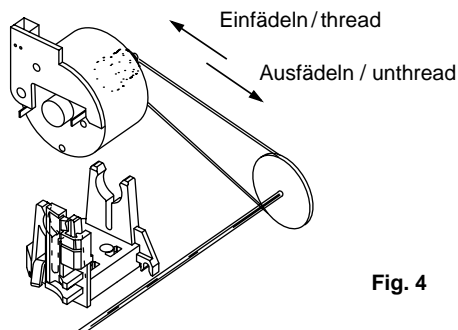
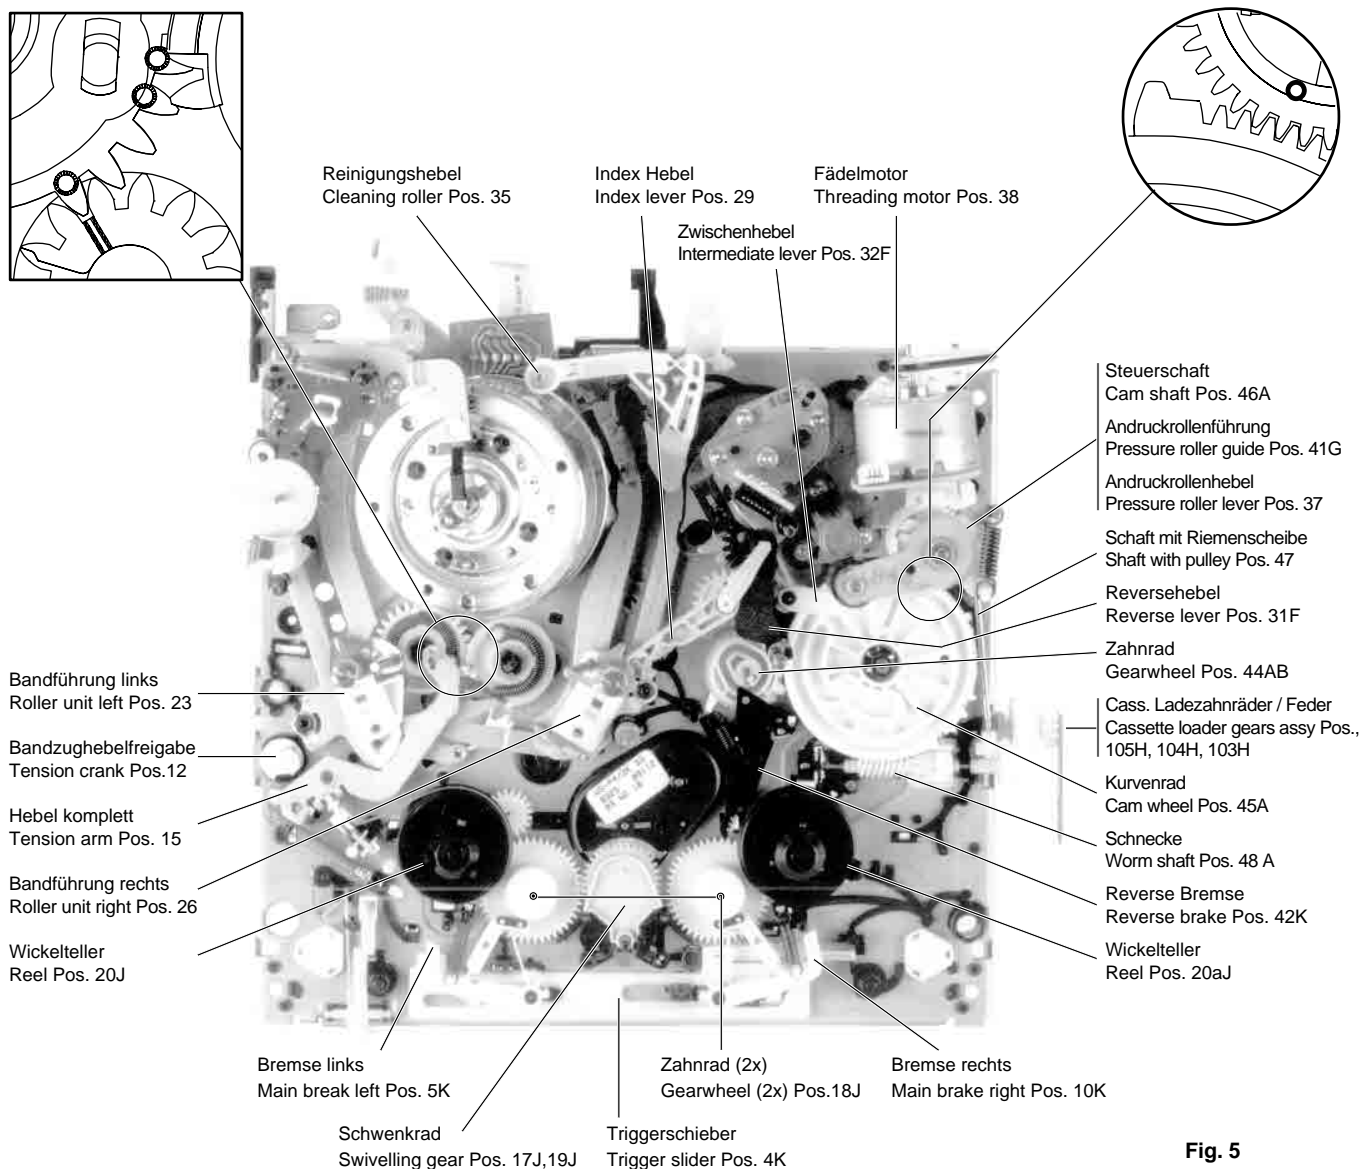
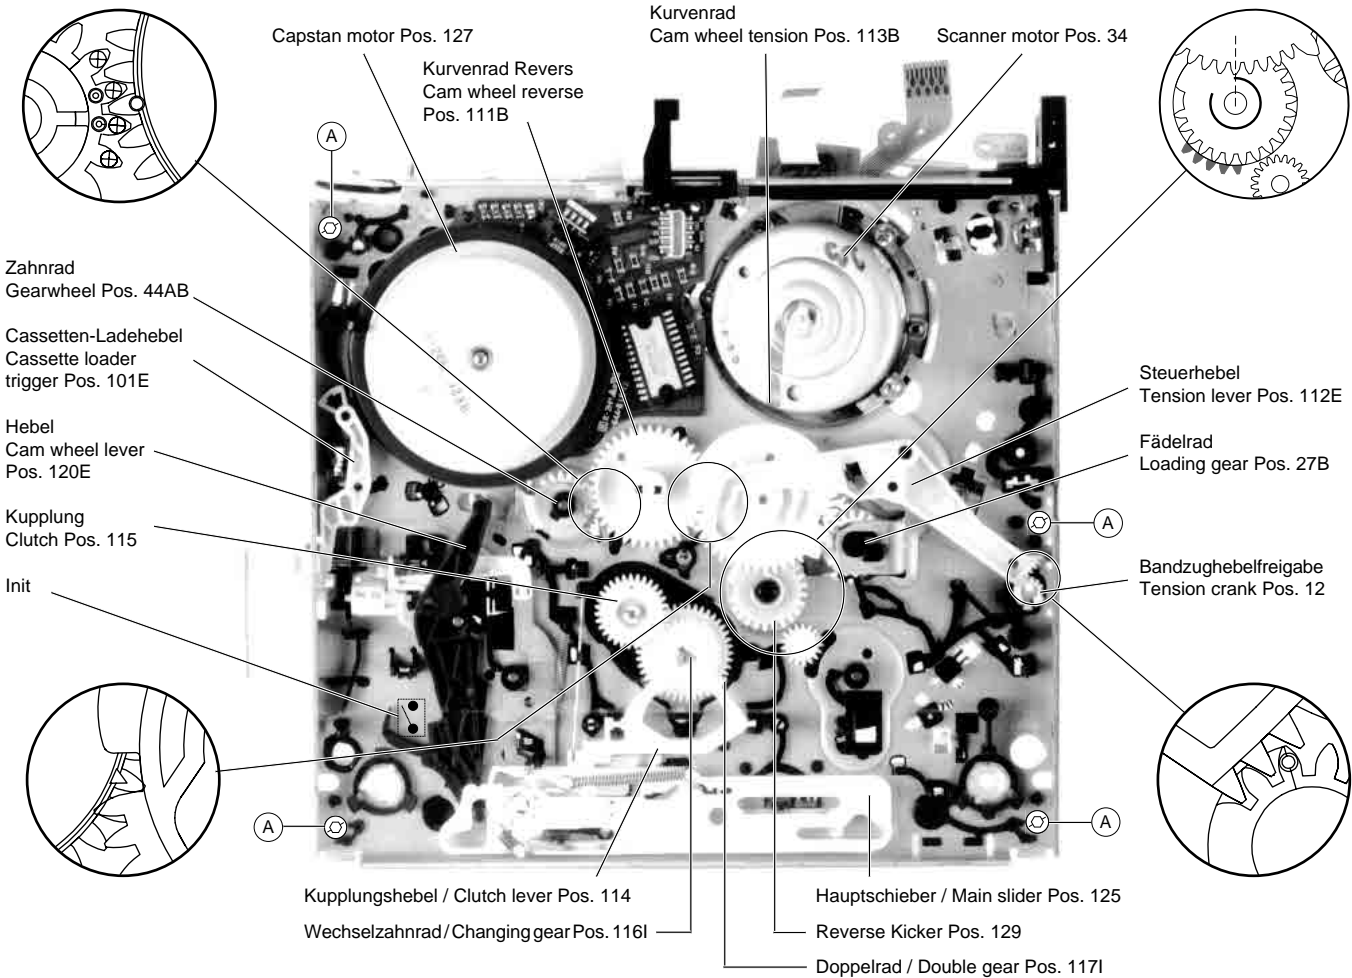
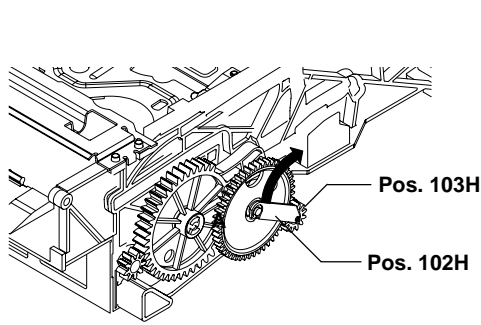

Fig. 4
Fig. 5
Fig. 6
Fig. 7
- Fädelmotor entgegen dem Uhrzeigersinn drehen (Fig. 4), bis der Cassettenschacht abgesenkt ist.
- Turn the threading motor counterclockwise (Fig. 4) until the cassette compartment is down.
Wenn nach dem Drücken der Eject-Taste das Laufwerk nicht ausfädelt und die Cassette auswirft, kann dies auch von Hand durchgeführt werden. Dazu ist das Antriebsrad des Fädelmotors zu drehen (Fig. 4). Um Bandschlaufen zu vermeiden, muß wechselweise auch der Capstanmotor (Pos. 127, Fig. 6) entgegen dem Uhrzeigersinn bewegt werden, bis das Band komplett in der Cassette aufgewickelt ist.
If the tape deck does not unthread and eject the cassette by pressing the Eject button this function can also be effected manually by turning the driving gear at the threading motor (Fig 4). To avoid slackening of the tape, turn the capstan motor (counterclockwise) (Pos. 127, Fig. 6) and the driving gear alternately until the tape is completely wound up in the cassette.
Nachfolgend sind die markierten und gerichtet einzubauenden Teile der Ober- und Unterseite im Detail dargestellt (Fig. 5, Fig. 6).
The following diagrams show in detail the marked components and their correctly aligned position on the top and bottom side (Fig. 5, Fig. 6).
- Antriebsrad des Fädelmotors in Drehrichtung "Einfädeln" (Fig. 4) so weit drehen, bis das Zahnrad (Pos. 103H, Fig. 7) entriegelt ist.
- Klammer (Pos. 102H) von der Achse des Zahnrades "A" lösen (Fig. 7).
- 4 Befestigungsschrauben (A) (Fig. 6) des Kassettenschachtes an der Unterseite entfernen.
- Kassettenschacht mit den 4 Schrauben (A) (Fig. 6) unten befestigen.
- Klammer (Pos. 102H) auf der Achse des Zahnrades "A" einrasten (Fig. 7).
- Turn the driving gear of the threading motor in the "threading" direction (Fig. 4) until the gearwheel (Pos. 103H, Fig. 7) disengages.
- Release the bracket (Pos. 102H) from the shaft of gearwheel "A" (Fig. 7).
- Unscrew the 4 screws (A) (Fig. 6) on the underside of the cassette compartment.
- Fasten the cassette compartment with the 4 screws (A) (Fig. 6) at the bottom.
- Place the bracket (Pos. 102H) onto the shaft of gearwheel "A" and lock it in (Fig. 7).